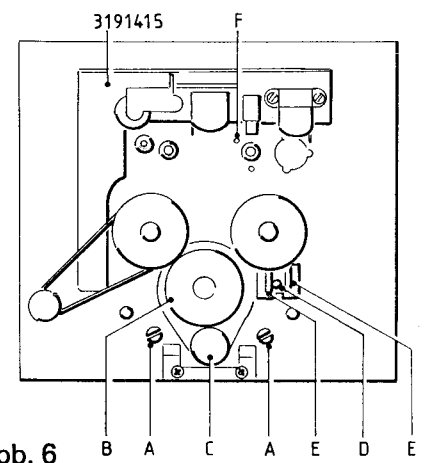

Abb. 6
- Die zwei Zylinderschrauben "A" (Abb. 6) lösen. Dabei die zwei Distanzbuchsen (Klemmhülse 3019445) zwischen der Montageplatte hinten und dem Wickelantrieb entfernen.
- Die Unterkante des Kopfschlittens (3191415) soll in elektrisch angezogenem Zustand das darunterliegende Loch ("F") zur Hälfte zudecken (Abb. 6).